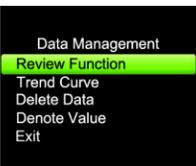

Figure 13 Interface de Gestion des données
- Dans l'interface (Menu), sélectionnez « Data management » (Gestion des données) pour entrer dans l'interface (Data management) (Gestion des données), comme illustré à la Fig. 13. Cette interface permet des fonctions telles que la révision, l'affichage de la courbe de tendance, la suppression de données, et le paramétrage des valeurs désignées.